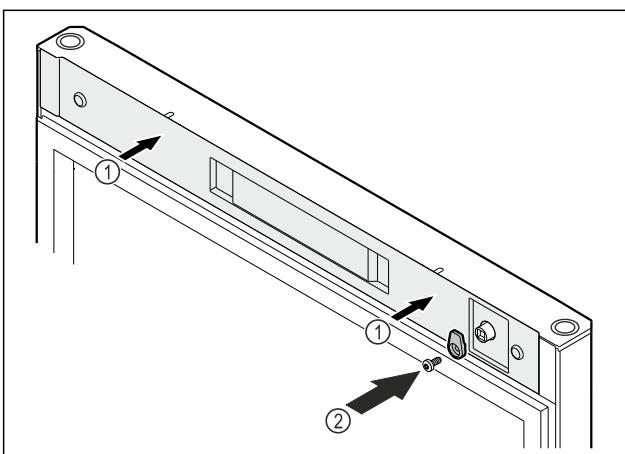

Fig. 54
- Uzlieciet pārsegu Fig. 54 (1).
- Pieskrūvējiet slēgšanas āki Fig. 54 (2).